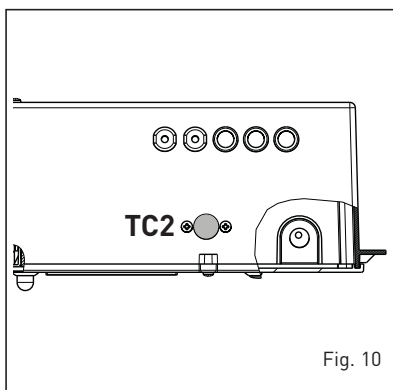

Fig. 10
3.2.6 Termóstato segundo estágio modulação (fig. 10)